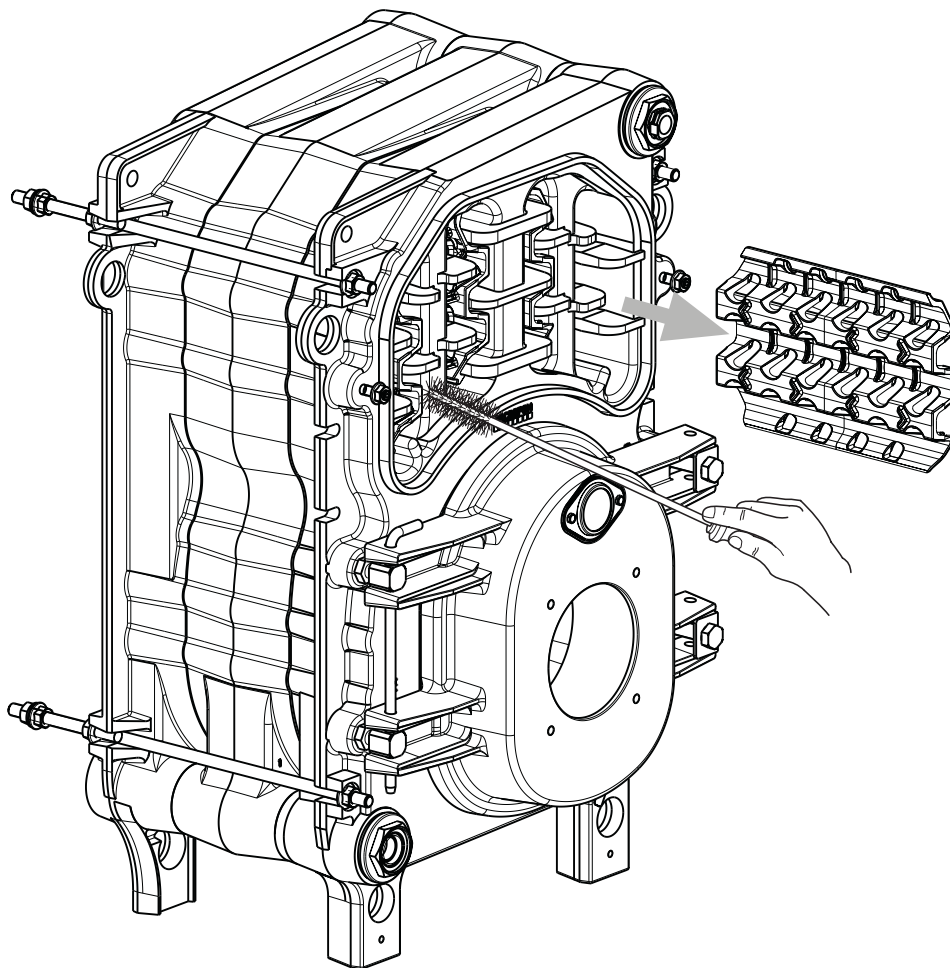

Fig. 11
3.3.1 Lado humos caldera (fig. 11)